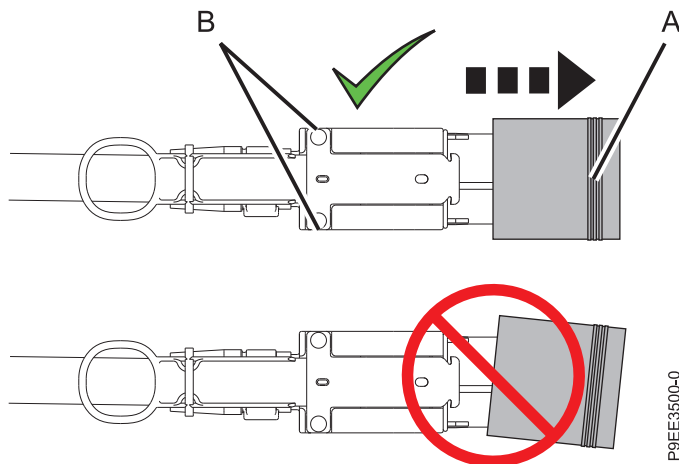

Abbildung 18. Schutzabdeckung vom Stecker des Kabels des Erweiterungseinschubs entfernen
- 2) Entfernen Sie die Schutzabdeckung vom Stecker des Kabels des Erweiterungseinschubs. Halten Sie das Kabelgehäuse (**B**) an den kurzen Kanten mit Daumen und Zeigefinger einer Hand. Dann greifen Sie die Abdeckung an der langen Kante (**A**) mit Zeigefinger und Daumen der anderen Hand und ziehen die Schutzabdeckung ab. Siehe Abb. 18 auf Seite 23.
- 2) Entfernen Sie die Schutzabdeckung vom Stecker des Kabels des Erweiterungseinschubs. Halten Sie das Kabelgehäuse (**B**) an den kurzen Kanten mit Daumen und Zeigefinger einer Hand. Dann greifen Sie die Abdeckung an der langen Kante (**A**) mit Zeigefinger und Daumen der anderen Hand und ziehen die Schutzabdeckung ab. Siehe Abb. 18.